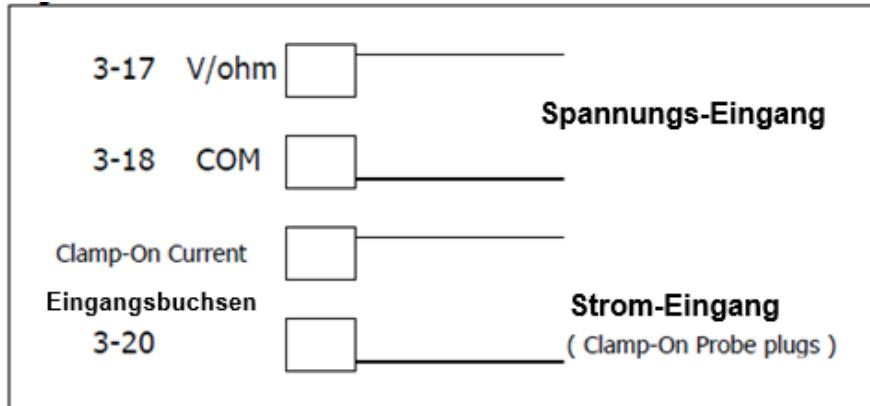

Abb.4
- 1) Verbinden der Kabel nach folgendem Schema (s. Abb. 4)
„V“-Eingangsbuchse (3 – 17, Abb. 4) und „COM“-Eingangsbuchse (3 – 18, Abb. 4)
Verbindung des Zangenanlegers (1 AC mV pro 1 ACA), mit den „Clamp-On Current Input“-Eingangsbuchsen (3 – 20, Abb. 4).